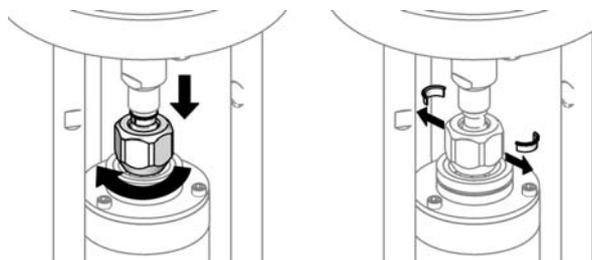

FIG. 8. Rimuovere i collari di accoppiamento
4. Abbassare il dado di accoppiamento (7) e rimuovere i collari di accoppiamento (5). Vedere la FIG. 8.
5. Spingere in su l'albero motore. Rimuovere il dado di accoppiamento (7).
6. Rimuovere i dadi del tirante con una chiave a tubo (4).
8. Sollevare il motore pneumatico per rimuoverlo. I tiranti (3) rimarranno fissati.
9. Usare una chiave a tubo sulle parti piatte dei tiranti (3) per rimuoverle dal coperchio inferiore del motore pneumatico.